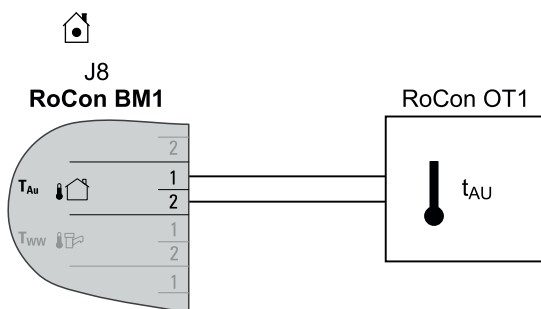

Bild 4-23 Anschluss Außentemperaturfühler RoCon OT1 an ROTEX HPSU compact (Betrieb als Einzellösung bzw. als Master in einem Datenbus)
- Fühlerleitung am Steckeranschluss J8 der Schaltplatine RoCon BM1 anklennen (siehe Bild 4-23).